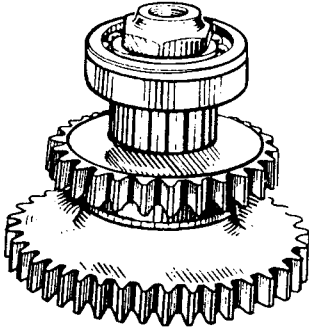

Bild 113. Zwischenwelle, komplett
4. Mutter fest anziehen und durch Einbiegen einer Kante in die Wellennut sichern. Zum Biegen sind nur Werkzeuge mit abgerundeten Kanten zu verwenden. Die komplette Vorgelegewelle ist im Bild 113 gezeigt.